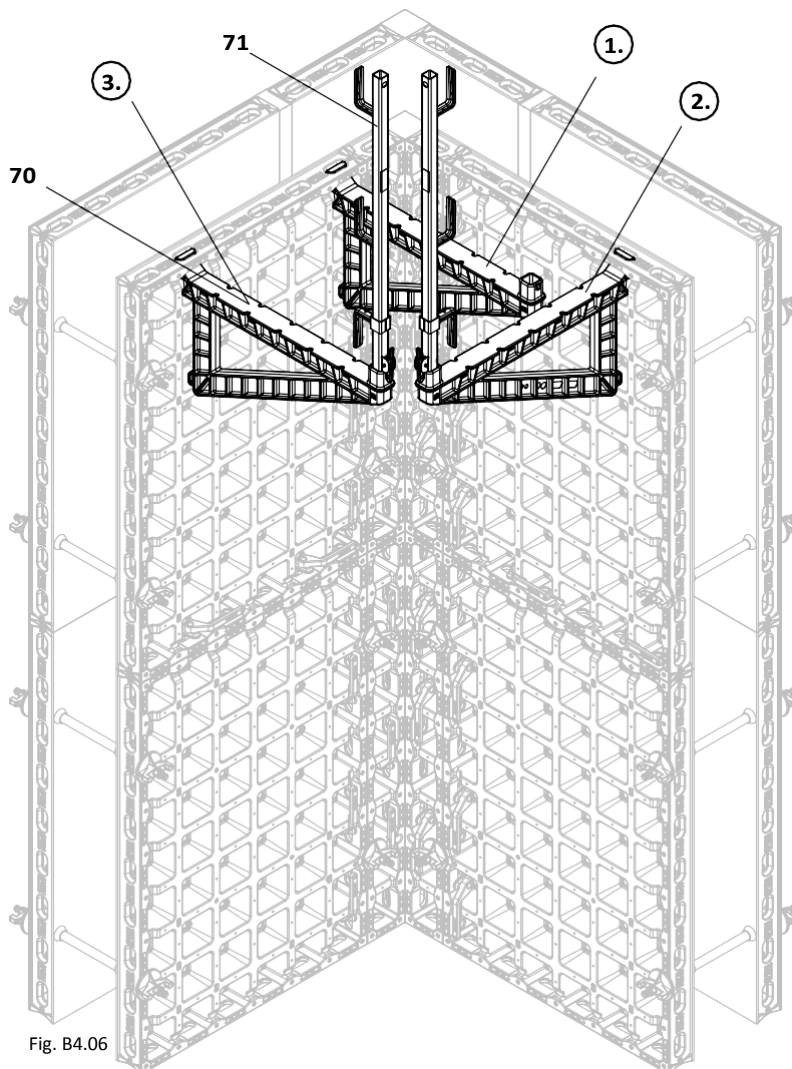

Fig. B4.06
1. Поставете конзолата DUO 70 (70) без стойки PP в първия елемент до елемента 135 x 15. Използвайте жлеба най-близо до ръба.
3. Монтирайте третата конзола DUO 70 със стойка PP на първия елемент и възможно най-близо до втората конзола. Конзолите не бива да се допират. (Fig. B4.06)